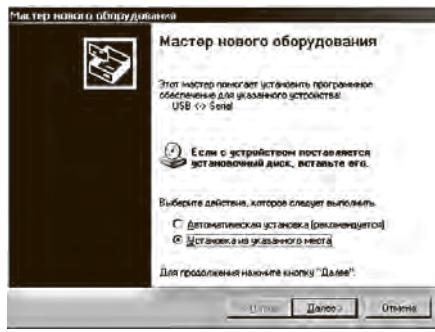

рис.5
1) Подключить разъем прибора ПС-2 к USB-порту компьютера. Операционная система выдаст информацию об обнаружении нового устройства (рис. 5).
2) В окне Рис. 5 изменить положение переключателя на «Установка из указанного места» и нажать на кнопку «Далее». Операционная система выведет окно с запросом